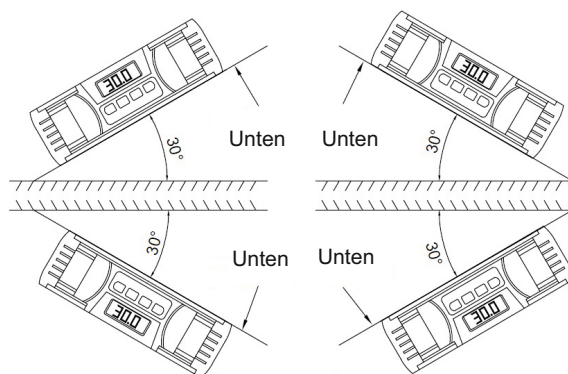

Fig. 6
- » Wenn Sie das Gerät auf den Kopf stellen, wird das Display automatisch umgedreht (Abb. 6).